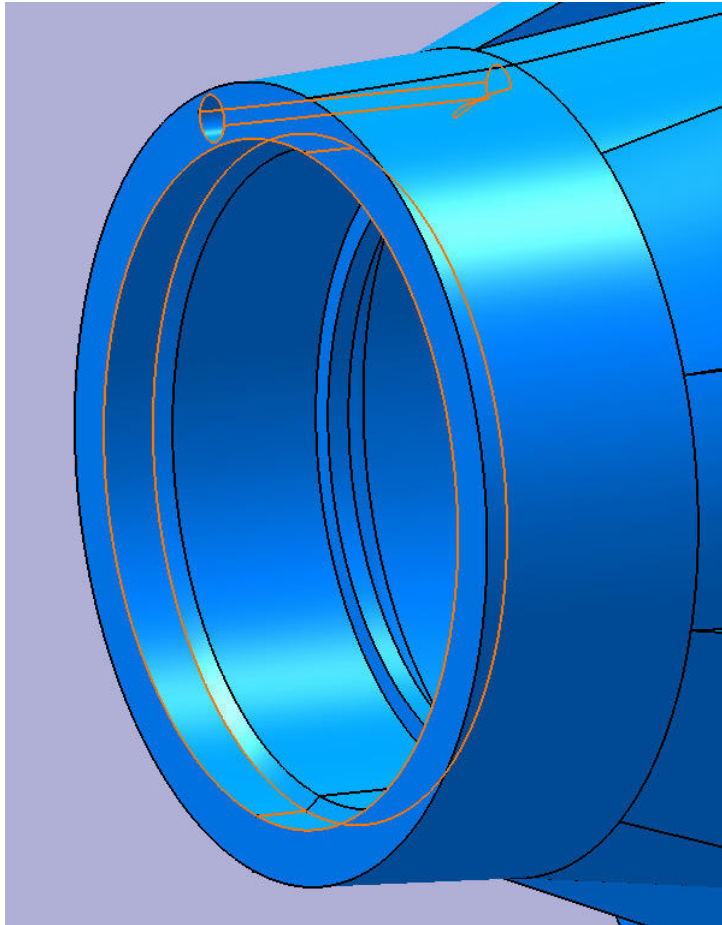

Abbildung 111
- Bevor Sie den letzten Schritt, die Verrundung, ausführen können, gilt es noch kleinere Fehler in der Konstruktion zu beheben (siehe Abb. 111).